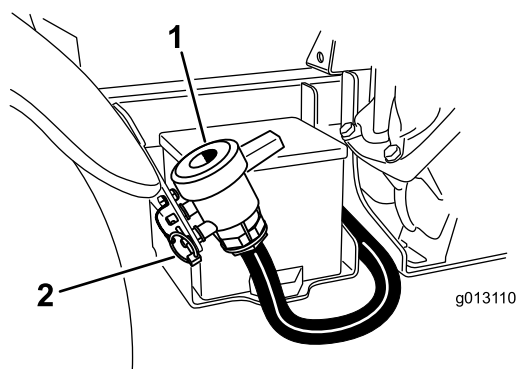

Figura 25
2. Localice la válvula de vaciado del depósito, situada en el lado derecho de la máquina (Figura 25). La válvula está en el soporte del guardabarros junto a la batería.